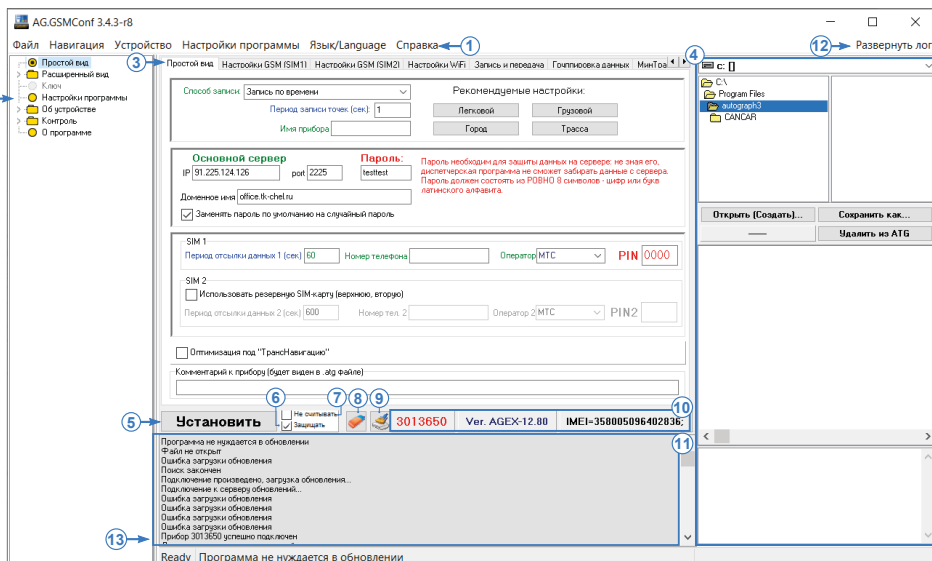

Рис.6. Интерфейс программы.
**11. Окно состояния** – в этом окне отображается ход работы в программе AG.GSMConf. Кнопка «Развернуть лог» (**Рис.6, п.12**) позволяет развернуть окно состояния, в котором отображается лог работы в программе, на все окно программы. Данная опция удобна для просмотра большого лога. Свернуть лог можно повторным нажатием кнопки.
Меню «Навигация» дублируется в древовидном меню слева (**Рис.6,п.2**).